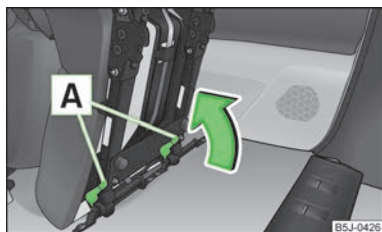

Fig. 42
- Blocați scaunul la capătul ghidajului prin apăsarea elementelor de blocare **A**, în sensul săgeții » fig. 42.
- Dacă scaunul este demontat, acesta trebuie așezat mai întâi în ghidaje și apoi blocat » fig. 42 la pagina 52. Trăgând în sus de scaun, asigurați-vă că acesta este blocat corespunzător.